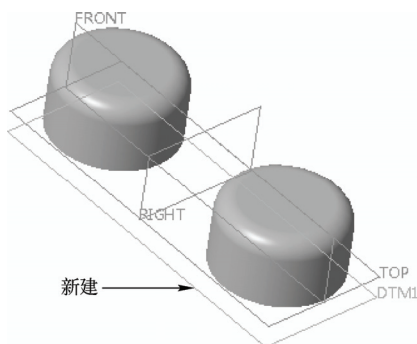

图 16-50 新建 DTM1 平面
STEP 08 单击“模型”选项卡“基准”面板中的“平面”按钮, 弹出“基准平面”对话框, 在模型树中选择“TOP”基准平面, 然后在“基准平面”对话框中的“平移”文本框中输入“-5”, 单击“确定”按钮, 即可新建一个名为 DTM1 的平面, 效果如图 16-50 所示。